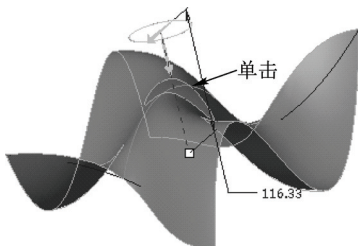

图 10-13 单击鼠标左键
STEP 03 单击“移除材料”按钮, 在模型的上方单击鼠标左键, 如图 10-13 所示。